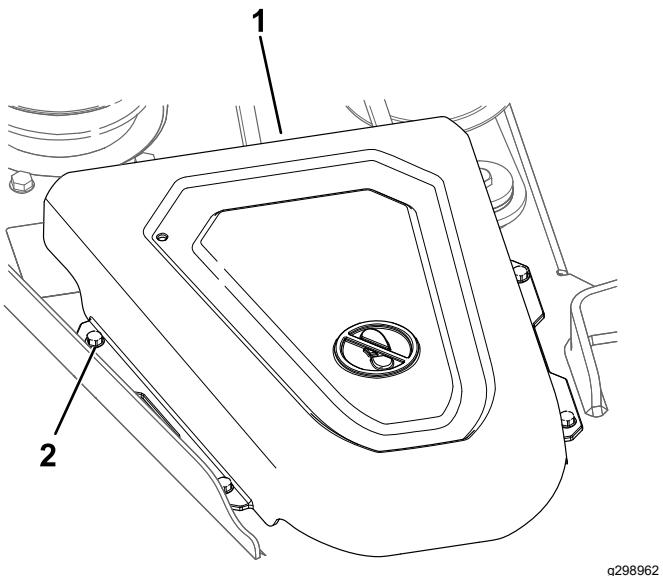

Figure 52
- 2. Vis (2)
4. Sur les tabliers de 122 cm (48 po), 137 cm (54 po) et 152 cm (60 po), desserrez les 4 vis sur les deux couvercles de poulie, et déposez les couvercles (Figure 52).
9. Reposez les couvercles de poulie (Figure 51 ou Figure 52).